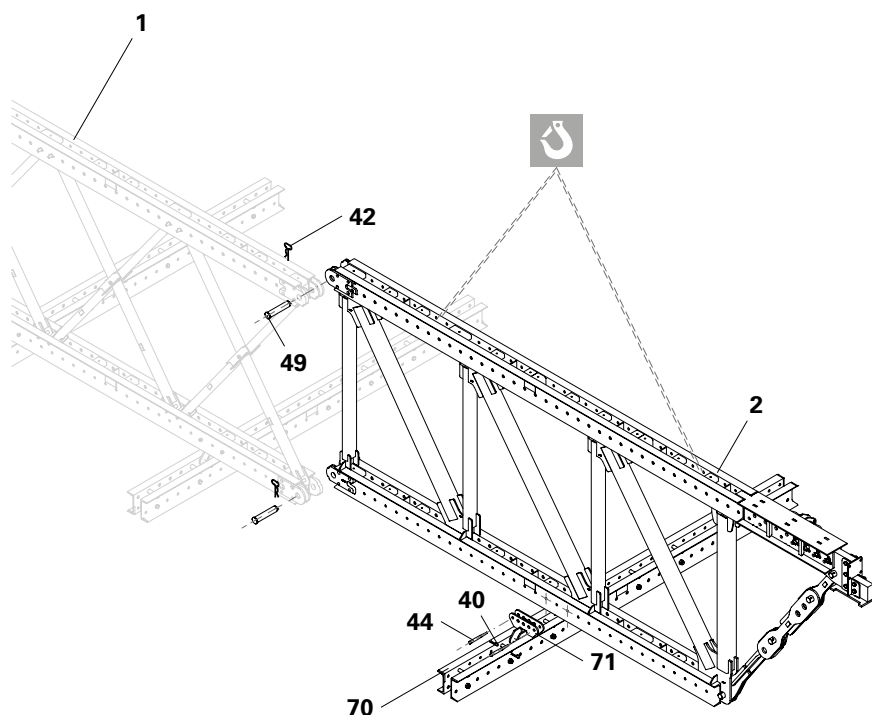

Fig. A1.08
1. Posare una guida di ripresa (70) accanto al primo telaio standard (1). La guida di ripresa deve trovarsi sotto il baricentro del telaio di appoggio (2).
2. Sulla guida di ripresa fissare rispettivamente un connettore a croce (71) con il perno calibrato (44) e assicurare con l'inserto a molla (40).
4. Rimuovere gli inserti a molla (42) e sfilare i perni (49) su entrambi i telai. (Fig. A1.08)